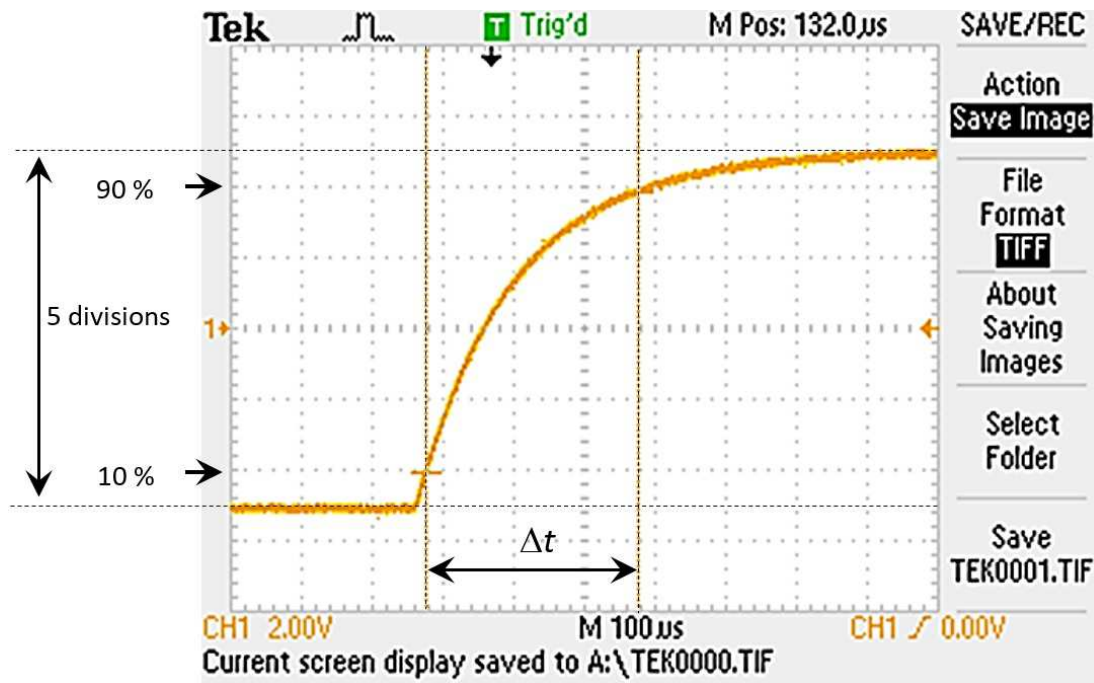

Figure 4 Exemple de temps de montée d'un signal.
7. Ajustez la position verticale (bouton rotatif *Vertical* → *Position*) pour que le niveau minimal du signal soit situé à 2,5 divisions majeures en bas du centre de l'écran. Autrement dit, le signal devrait être verticalement centré autour de l'axe horizontal au milieu de l'écran (voir figure 4).
1. L'image de la figure 4 et les étapes proviennent du manuel d'utilisateur du Tektronix TDS 1042 (adaptées par l'auteur)
10. À l'aide des boutons correspondants à *Cursor 1* et *Cursor 2* (sur le côté droit de l'écran) et du bouton rotatif multiusage (au dessus du bouton *Save*), positionnez les curseurs aux points où le signal traverse les deuxièmes divisions majeures au dessus et au dessous de l'axe central. Ces points correspondent aux niveaux 10 % et 90 % du signal (voir figure 4).